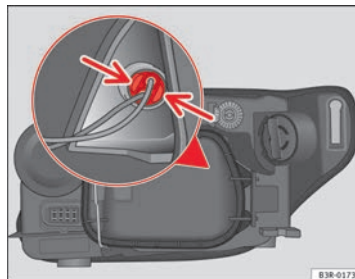

Abb. 200 Standlicht
- Leichten Druck auf die Laschen des Lampenträgers ⇒ Abb. 200 ausüben und zum Deckel hin ziehen (kann auch durch Ziehen an den Kabeln des Lampenträgers entnommen werden).